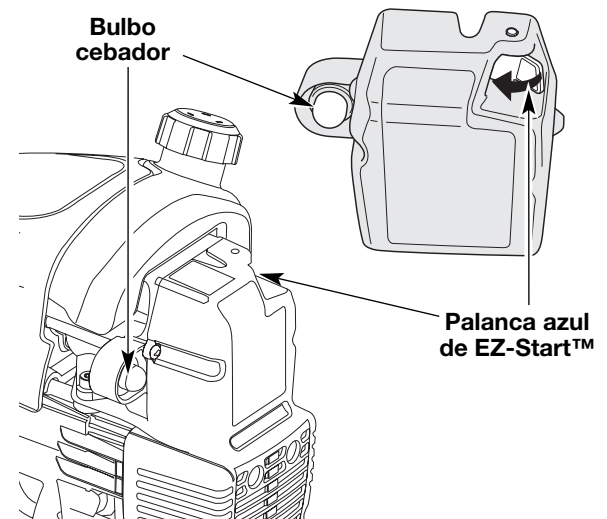

Fig. 17
2. Oprima completamente el cebador y suéltelo 10 veces. Hágalo lentamente. Se deberá ver un poco de **combustible en el cebador** y en las tuberías de alimentación de combustible (Fig. 17). Si no puede ver el combustible en el cebador, oprímalo y suéltelo tantas veces como sea necesario hasta que vea combustible en el mismo.
3. **Empuje la Palanca azul de EZ-Start™ hacia la primera bombilla** hasta que haga un clic y quede trabada en su lugar (Fig. 17).